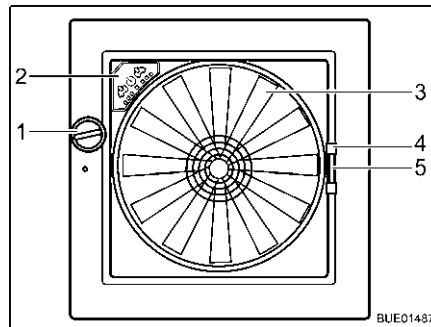

Bild 115 Dachhaube Omni-Vent
- Drehknopf (Bild 115,1) drehen, bis der gewünschte Öffnungswinkel erreicht ist.
- Drehknopf (Bild 115,1) drehen, bis Dachhaube vollständig geschlossen ist.
- Insektenschutz am Griff (Bild 115,4) zur gegenüberliegenden Rahmen-seite ziehen.
- Griff (Bild 115,5) der Verdunklung zusammendrücken.
Ventilator Wenn die Dachhaube geöffnet ist, kann der Innenraum mit dem 6-stufigen Ventilator (Bild 115,3) und entlüftet werden. Der Ventilator wird am Bedienfeld (Bild 115,2) bedient.